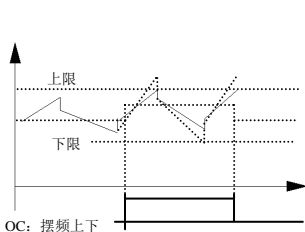

图 6-33 摆频幅度限制
**16: 摆频上下限制**,选择摆频功能后若以中心频率计算所得摆频的频率波动范围超过上限频率 F0.10 或低于下限频率 F0.11 时,将输出指示信号,如图 6-33 所示。